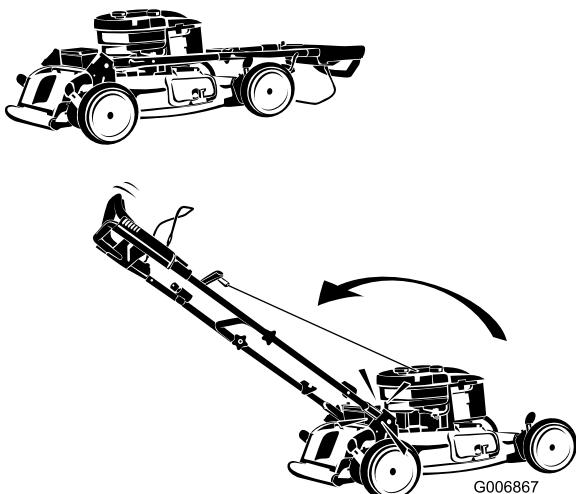

Figura 6
- Gire el manillar hacia atrás (según se ilustra) hasta que encaje en su lugar con un 'clic' (Figura 6).